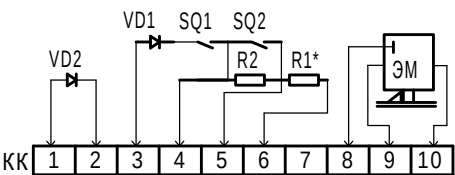

Рис. 6. Схема электрическая принципиальная клапана с пружинным приводом и электромагнитной защелкой(исп.02).
4.5. Клапан исполнения управления 02 предназначен для работы с системами дымоудаления ППСДУ-32. Схема электрическая принципиальная показана на рис. 6 (см. приложение 4)
6.6. Для систем противодымной вентиляции, управляемых контрольно-приемным пожарным устройством ППСДУ-32 предусмотрен привод исп. 02, электросхема которого указана на рис. 6 приложения 4.